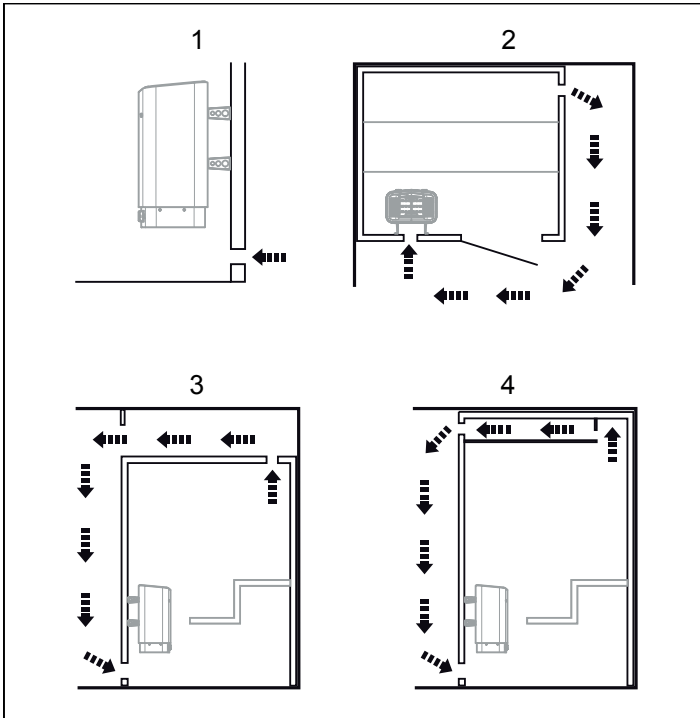

Fig 4: Emplacement des bouches d'entrée et de sortie d'air
- avec une distance maximale par rapport à la bouche d'entrée d'air, par exemple en diagonale (cf. Fig 4).
- en hauteur sur la cloison, ou au plafond (cf. Fig 4).